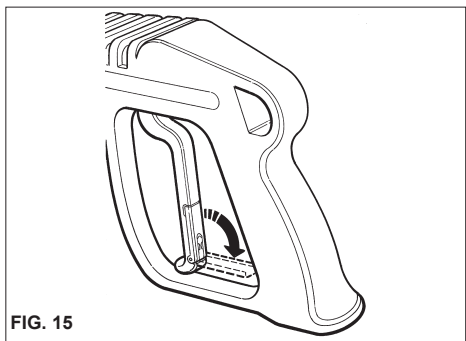

FIG. 15
Este capítulo diz respeito apenas aos modelos equipados com o dispositivo "Regulador de pressão". O dispositivo regulador de pressão, fig. 15, permite regular a pressão de trabalho. Rodando o manípulo C no sentido inverso ao dos ponteiros do relógio (B) (mínimo) obtém-se uma redução da pressão de funcionamento.
- Quando a hidrolimpadora não está sendo utilizada, deve-se fechar o dispositivo de segurança do punho. (fig. 15).